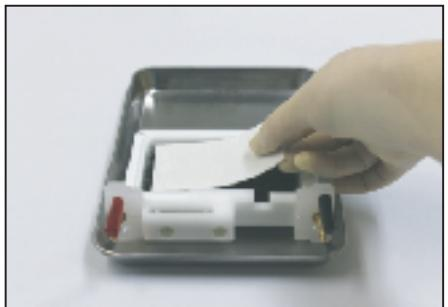

図5
4. フィルターペーパーをサポートパッドとの間に気泡が入らないように置きます。 (図5)